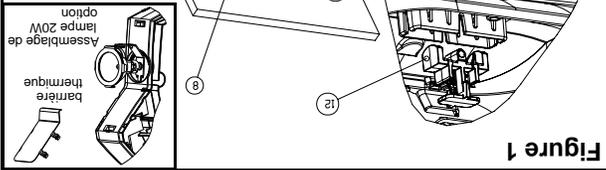
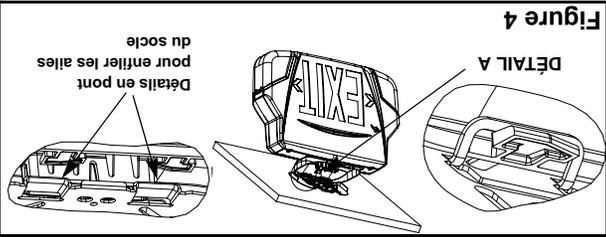

Figure 1
Figure 4
Un socle est requis. Retirer le(s) accumulateur(s) avec le filage. Attacher la plaque de fixation à la boîte de jonction à l'aide des vis de la boîte de jonction(7). Retirer le bouchon d'obturation du trou du dessus du boîtier(5). Passer les fils d'alimentation CA (ainsi que les fils CC pour lampes externes selon le besoin) par le trou et ensuite à travers le socle. Retirer la clé de blocage du socle(12). Fixer le socle dans le trou sur le dessus du boîtier. Réinsérer la clé de blocage du socle dans le socle. Sécuriser l'assemblage avec la vis de fixation du socle(11) (voir fig. 1). Effectuer les connexions des fils tel que requis. Le socle à installation rapide comprend deux ailes pliées vers l'intérieur. Ces ailes lui permettent d'être accroché sur les détails en "U" de la plaque de fixation facilitant ainsi le raccordement du filage (voir fig. 4). Pousser les fils dans la boîte de jonction. Décrocher l'unité et enfilier les ailes du socle dans les détails en "pont" sur la plaque de fixation (voir fig. 4). Sécuriser le socle à la boîte de jonction avec la vis de montage sur plaque (10). Note: utiliser les vis inviolables pour les unités anti-vandalismes.